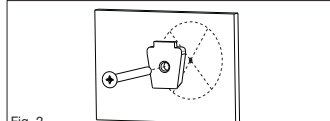

Fig. 2
- Attach Assist Bar mounting bracket to the wall with screws. *DO NOT COMPLETELY TIGHTEN.* (Fig. 2)
- Attachez le support de fixation de la barre d'assistance au mur avec le tire-fond à tête hexagonale 1/4 po x 2-1/2. **NE SERREZ PAS COMPLÈTEMENT. (Fig. 2)**
8. Fije la abrazadera de montaje de la Barra de Apoyo a la pared con el tirafondo de cabeza hexagonal 1/4 x 2-1/2. **NO APRIETE POR COMPLETO. (Fig. 2)**